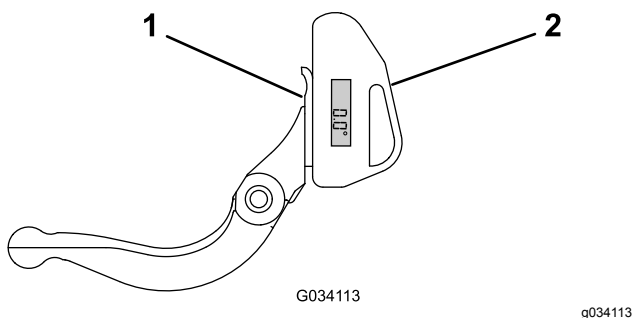

Figura 25
1. Posizionate il goniometro sul lato inferiore della controlama, come illustrato nella Figura 25.